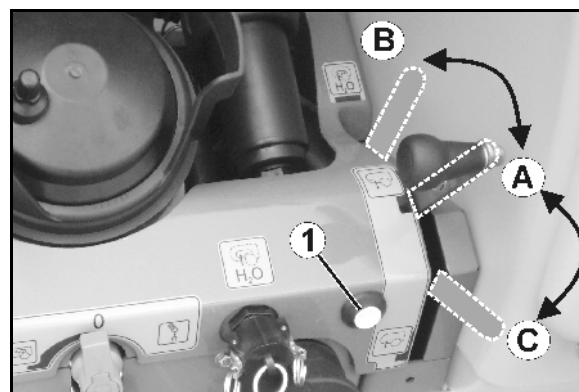

Рис. 87
- кнопку на панели управления (Рис. 87/1).